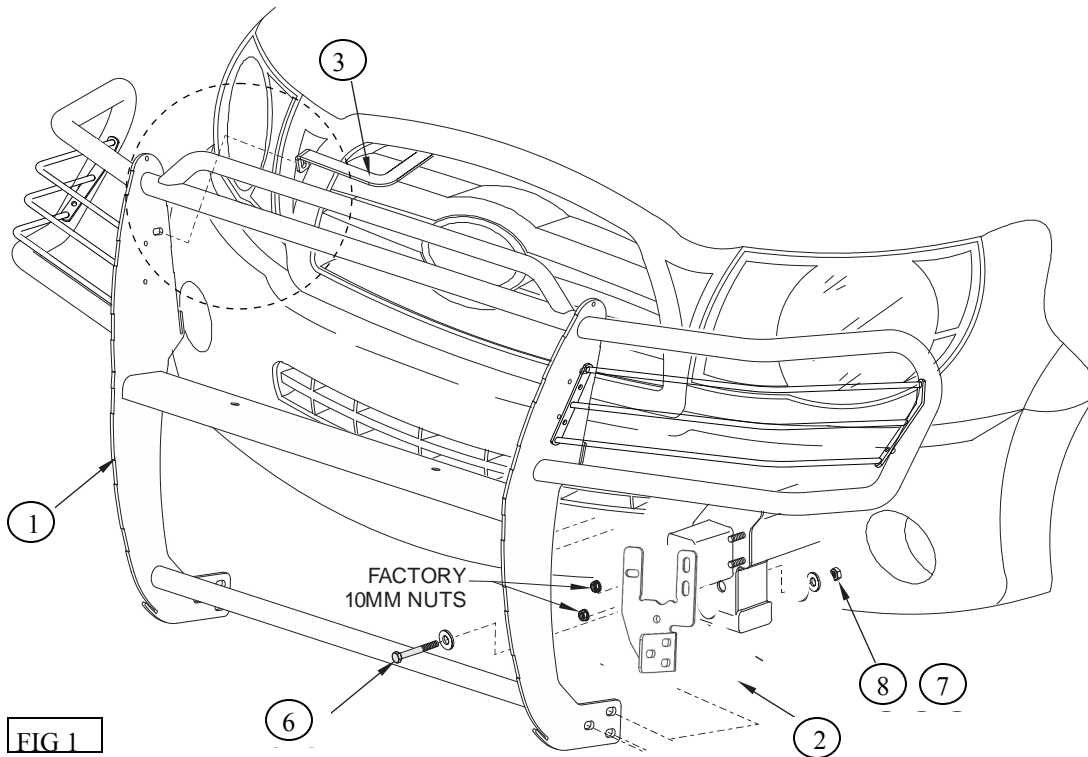

FIG 1
2. Starting on the driver side remove the three existing nuts that hold the bumper support frame to the vehicle frame (**Figure 1**).
3. Attach the upper holes on the driver side Mounting Bracket with existing nuts. To attach the lower hole on the Mounting Bracket use the included (1) M12 x 120mm Hex Head Bolt, (1) M12 Nylock Nut, and (2) M12 Flat Washers (**Figure 1**).
7. With help position the Grille Guard on the inside of Mounting Brackets. Use the included (6) M12 x 35mm Hex Head Bolts, (6) M12 Nylock Nuts, and (12) M12 Flat Washers to attach Grille Guard to Mounting Brackets (**Figure 1**). Assemble loosely
8. Proceed to attach the Top Brackets on the inner edge of the Grille Guard using the included (2) M10 Button Head Bolts, (2) M10 Flat Washers, (2) M10 Lock Washers, and (2) M10 Hex Nuts.
2. Commencer par le côté conducteur, retirer les trois écrous existants qui maintiennent le support du pare-chocs au châssis du véhicule (**Figure 1**).
3. Fixer les trous supérieurs sur le support de montage côté du conducteur avec les écrous existants. Pour fixer le trou inférieur sur le support de montage, utiliser (1) M12 x 120MM boulon à tête hexagonale, (1) M12 écrou nylstop et (2) M12 rondelles plates inclus (**Figure 1**).
7. Avec de l'aide, positionner la grille de protection sur l'intérieur des supports de montage. Utiliser (6) M12 x 35MM boulons à tête hexagonale, (6) M12 écrous nylstop et (12) M12 rondelles plates inclus pour fixer la grille de protection aux supports de montage (**Figure 1**).
8. Continuer en fixant les supports supérieurs sur l'extrémité intérieure de la grille de protection en utilisant (2) M10 boulons à tête bouton, (4) M10 plates et (2) M10 rondelles plates inclus, et (2) encrous hexagonale.